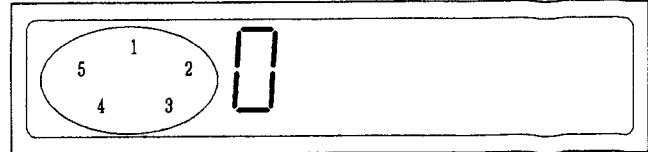

FIG. 3
2. Iniziando a sinistra posteriore, inclinare il vano portaalloggiamento nel senso indicato sollevando contemporaneamente il lato sinistro dell'alloggiamento (Fig. 3).
3. Adesso a sinistra posteriore, inclinare il vano porta-alloggiamento nel senso indicato sollevando contemporaneamente il lato destro dell'alloggiamento (Fig. 3).
K. SMONTARE LA PARTE INFERIORE DEL TASTO "POWER" (508)
- 1a Open/Close Taste drücken. Wenn rechter Pfeil auf Höhe der ersten Gehäuserippe, Netzstecker ziehen (Fig. 3).
- 1b Falls Open/Close nicht funktioniert, Gehäuseboden so weit nach unten biegen, bis die Zähne des Spindelgetriebes nicht mehr ineinander greifen. Lade so weit herausziehen, bis rechter Pfeil auf Höhe der ersten Rippe ist (Fig. 3).
2. Linke Gehäusewand nach außen biegen, und, links hinten beginnend, die Lade herausheben (Fig. 3).
K. AUSBAU DES NETZSCHALTERTEILS (508)
- *) Press the PLAY button to focus disc. Before focus is obtained the display will be as shown in Fig. 3. After focussing the display will be as shown in Fig. 4. The disc will start rotating and the tracking servo will remain open.
- *) Check display as shown in Fig. 3.
Premere il tasto PLAY per la messa a fuoco del disco. Prima della corretta messa a fuoco, il display visualizza l'immagine di cui alla Fig. 3. A messa a fuoco avvenuta, l'immagine visualizzata è quella della Fig. 4. Il disco entra in rotazione ed il servomeccanismo di tracking rimane fuori funzione.